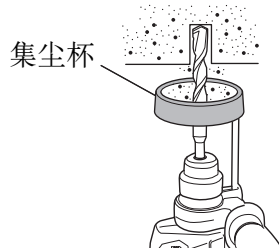
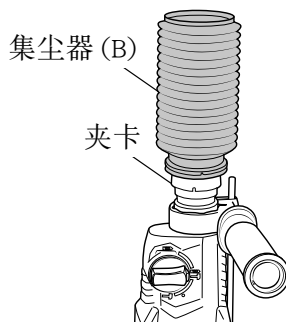

图 3
图 4
(图 3、图 4)
请按照图 3 所示方法，将集尘杯装在钻头上使用。
使用集尘器 (B) 时，请将集尘器 (B) 与夹卡上的槽对准后插入，使集尘器 (B) 覆盖钻头的顶端 (图 4)。